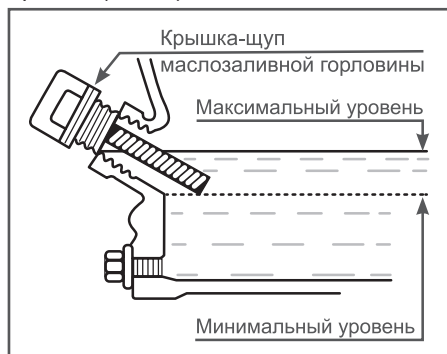

Рис. 7 Проверка уровня масла в картере
Максимальный уровень масла в картере соответствует нижней кромке заливного отверстия (Рис. 7).
- При недостаточном уровне масла в картере необходимо долить чистое масло до верхней отметки на щупе, что соответствует нижней кромке заливного отверстия (Рис. 7).